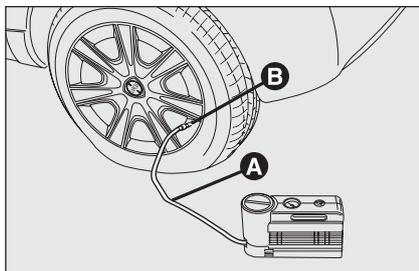

fig. 5
- **Tirer le frein à main.** Dévisser le capuchon de la soupape du pneu, extraire le tube flexible de remplissage **A**-fig. 5 et visser l'embout **B** sur la soupape du pneu ;